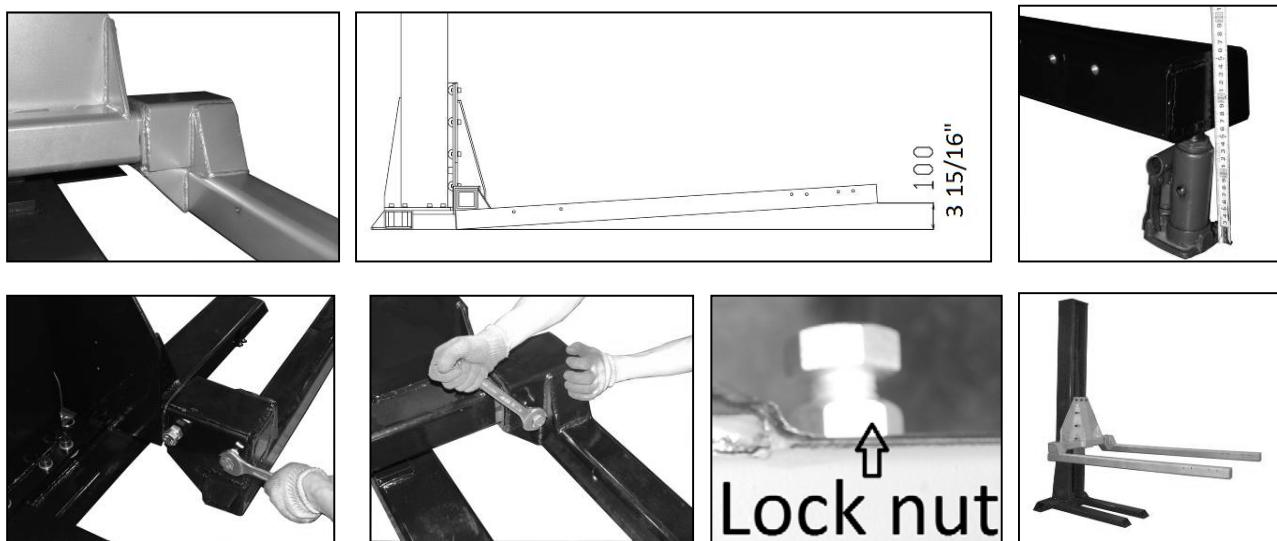

Figure : 9-A, B, C, D, E, F, G Mise en place des bras
- 10)** Positionnez ensuite les deux bras sur le cadre de l'élévateur (fig. 9-A). Pour que les plates-formes deviennent horizontales lorsque des voitures y sont garées, vous devez prérégler les bras comme suit :
Soulevez d'abord les extrémités arrière des bras à l'aide d'un cric à 100 mm (fig. 9-B, C). Serrez ensuite les deux vis à l'arrière et la vis avant (fig. 9-D & E). Serrez ensuite l'écrou dans la bonne position.